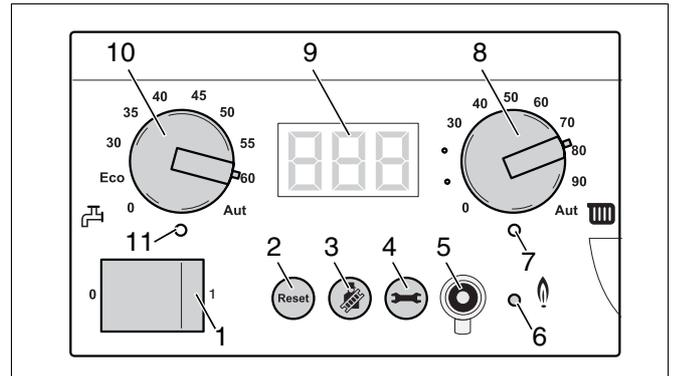

Fig. 122 Regolatore di base BC10
- Nel caso di pulizia con TAB2: premere il tasto "Spazzacamino" (fig. 122, **pos. 3**) e tenerlo premuto (per circa due secondi) fino a che compare nell'angolo destro inferiore del display (fig. 122, **pos. 9**) un punto luminoso. Vedere anche la tabella 8, „Prova di combustione“ di pagina 44.